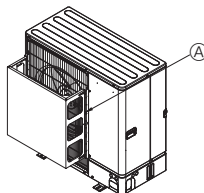
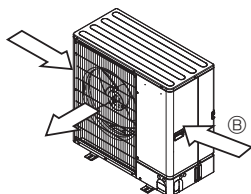

Fig. 2-5
Fig. 2-6
② Namestite izbirni usmerjevalnik zraka, če bo enota nameščena na mestu, kjer obstaja možnost, da močni vetrovi, kot so tajfuni ipd., vstopijo v izstopno odprtino za zrak. (Fig. 2-5)
③ Usmerjevalnik izstopne odprtine za zrak
④ Če je možno, postavite enoto tako, da bo zrak iz izstopne odprtine pihal pravokotno na smer sezonskega vetra. (Fig. 2-6)
⑤ Smer vetra